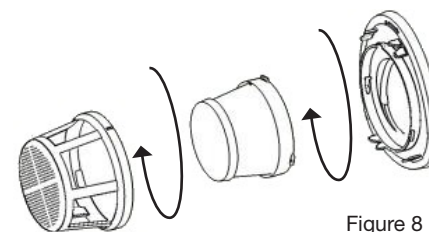

Figure 8
4. Tournez le préfiltre dans le sens inverse des aiguilles d'une montre pour le séparer du porte-filtre, puis faites de même avec le filtre pour le séparer du porte-filtre (Fig. 8). Prenez garde à ne pas abîmer le filtre à l'intérieur.